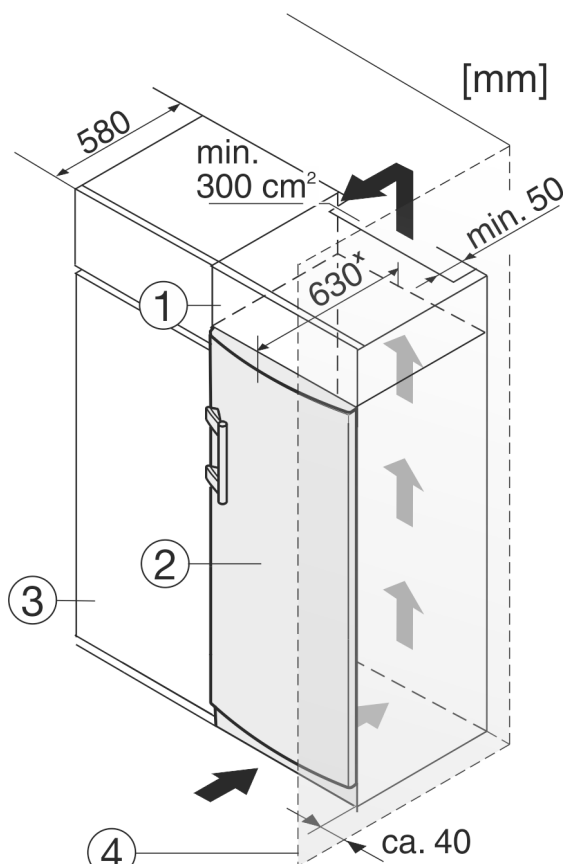

Fig. 12
Zariadenie môže byť zabudované medzi kuchynskými skriňami. Aby sa zariadenie *Fig. 12 (2)* prispôbilo výške kuchynskej linky, môže sa nad zariadením umiestniť nastavná skrinka *Fig. 12 (1)*.
Pri vstavaní s kuchynskými skriňami (hĺbka max. 580 mm) je možné zariadenie inštalovať priamo vedľa kuchynskej skrine *Fig. 12 (3)*. Zariadenie vyčnieva nabok 34 mm × a v strede zariadenia 50 mm × oproti prednej časti kuchynskej skrine.
Ak je zariadenie umiestnené so zavesením vedľa steny *Fig. 12 (4)*, musí vzdialenosť medzi zariadením a stenou činiť minimálne 40 mm. To zodpovedá presahu držadla pri otvorených dverách.